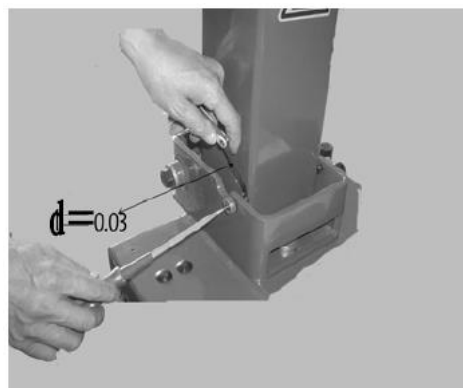

Рис. 12
3.2.9 Отрегулируйте два болта на сторонах стойки: освободите гайку и отрегулируйте расстояние между болтом и стороной стойки до величины 0,03 мм (Рис. 12). Затем затяните гайку.